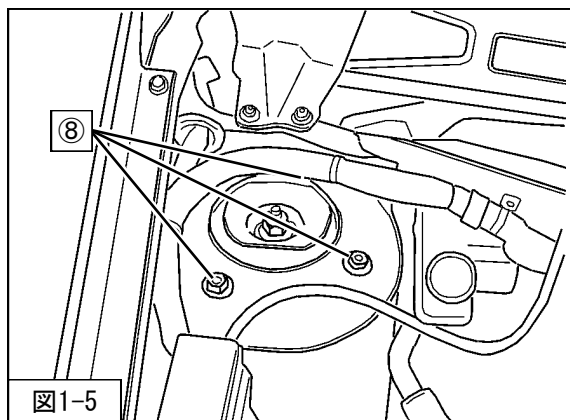

図1-5
6. ⑧フロントサスペンションASSYアッパー取付ボルトを取外してください。(図1-5)